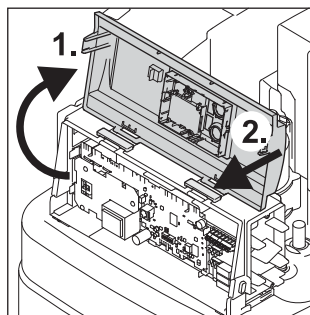

Figura 4-22 Aprire il pannello anteriore e portarlo in posizione di montaggio.
- Ruotare di 180° il pannello frontale e portarlo sull'alloggiamento della scheda elettronica in posizione di montaggio (figura 4-22).